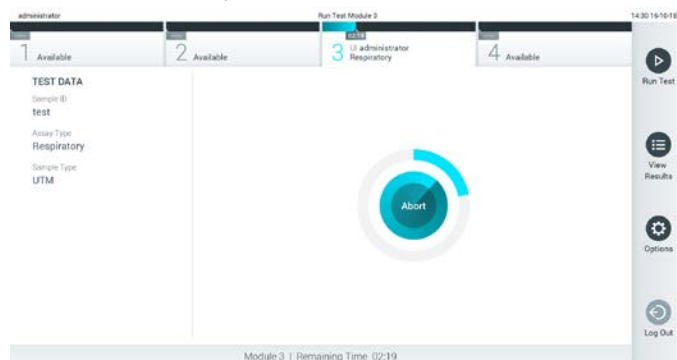

Рис. 28. Выполнение анализа и отображение оставшегося времени процедуры.
9. Во время выполнения анализа оставшееся время процедуры отображается на сенсорном экране (рис. 28).